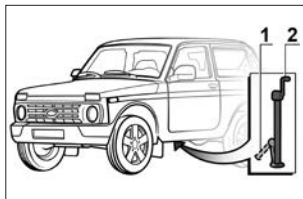

Рис. 44. Подъем автомобиля при замене колес
- ослабьте гайки крепления заменяемого колеса на один оборот комбинированным ключом (рис. 44);